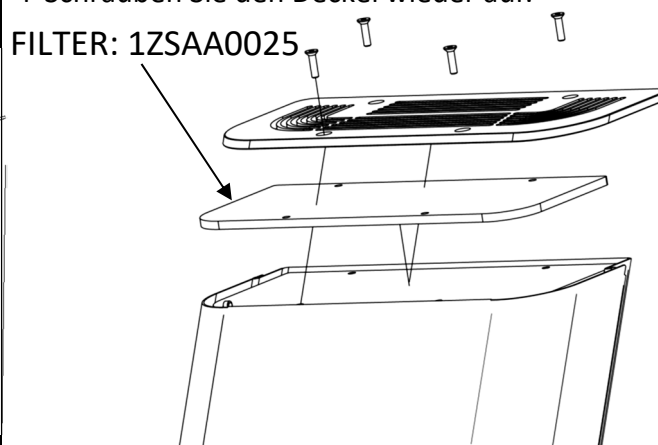

Abb. 7
- 1-Holen Sie sich einen Inbusschlüssel 2.5. Lösen Sie bei aufrechter Maschine die Schrauben und entfernen Sie die Abdeckung. (Abb. 7)